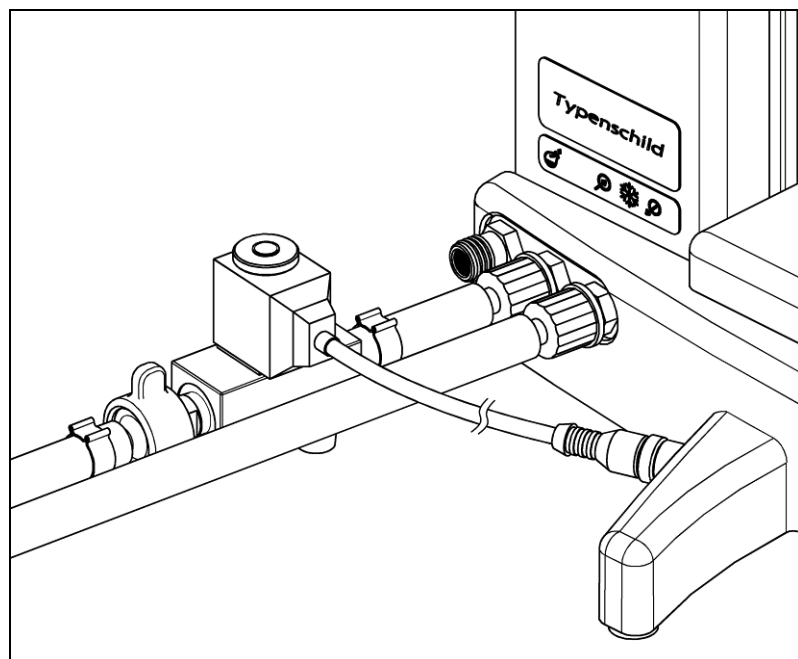

Abb. 9: Kühlmittelventil anschließen
3. Ggf. Kühlmittelventil (Zubehör) in die Zuleitung montieren (siehe Abb. 9).